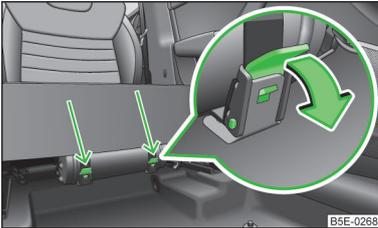

Abb. 196
- Die beiden Gurte lösen, indem an den jeweiligen Sicherungen in Pfeilrichtung gezogen wird » Abb. 196.